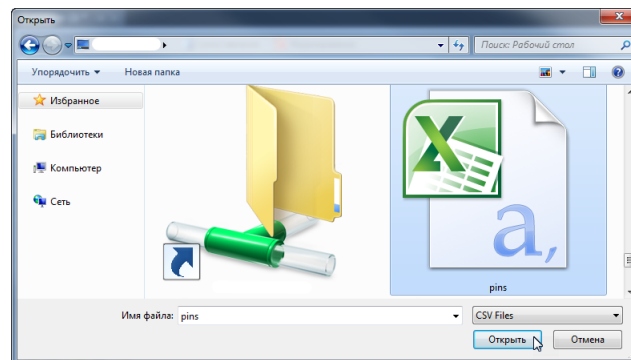

Рис. 282 Выбор файла для импорта контактов
2. Выберите в окне проводника нужный файл с описанием контактов и нажать на кнопку «Открыть», см. Рис. 282.